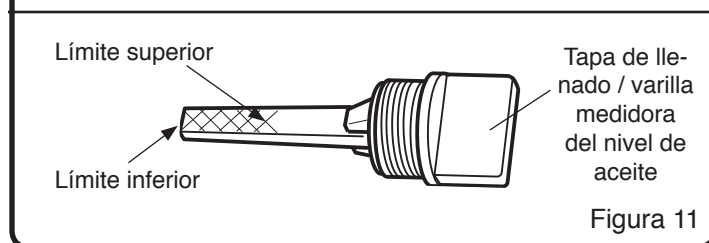

Figura 11
4. Al alcanzarse el nivel lleno de aceite, el aceite llegará al límite superior de la varilla medidora. Si el nivel de aceite está cerca del límite inferior o por debajo del mismo, se ha de agregar aceite. (Véase la Figura 11)